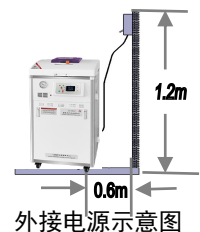

图 2
6.3 灭菌器安装位置四周应留有足够空间便于操作维修，使用者必须在灭菌器距离建筑物 0.6 米，高度>1.2 米（图 2）便于操作的位置装置断路器作为设备电源的断开装置（断路器电流必须>32A 带漏电保护并标识有“灭菌器专用”字样。